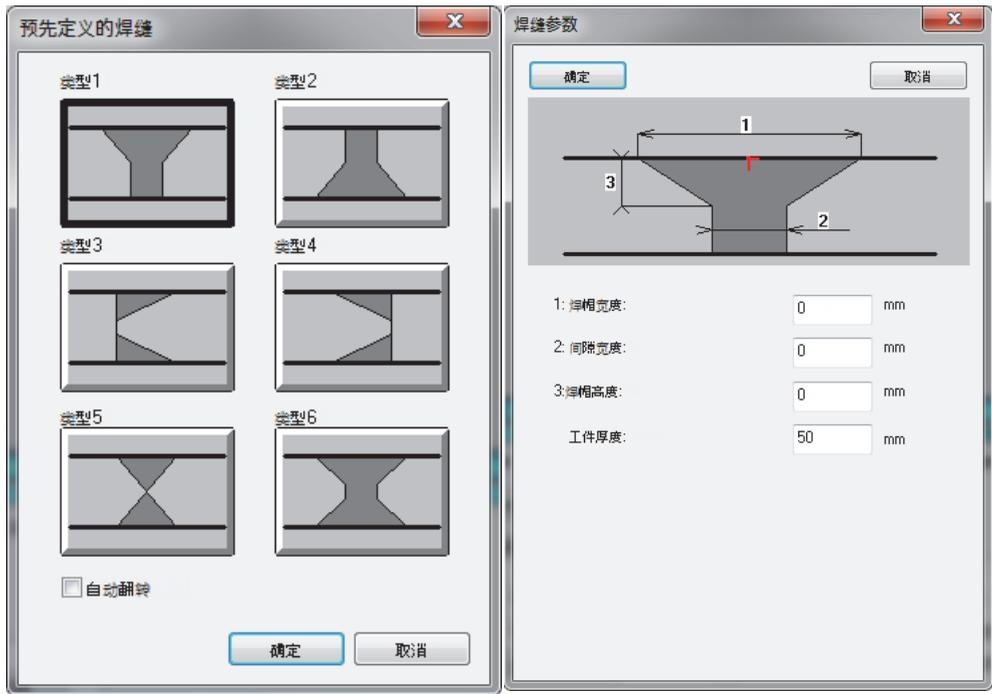

图 4-27 预先定义的焊缝和（类型1）焊缝参数的对话框
- a) 在**预先定义的焊缝**对话框中, 点击适当的焊缝类型, 打开**焊缝参数**对话框 (参见第121页的图 4-27)。